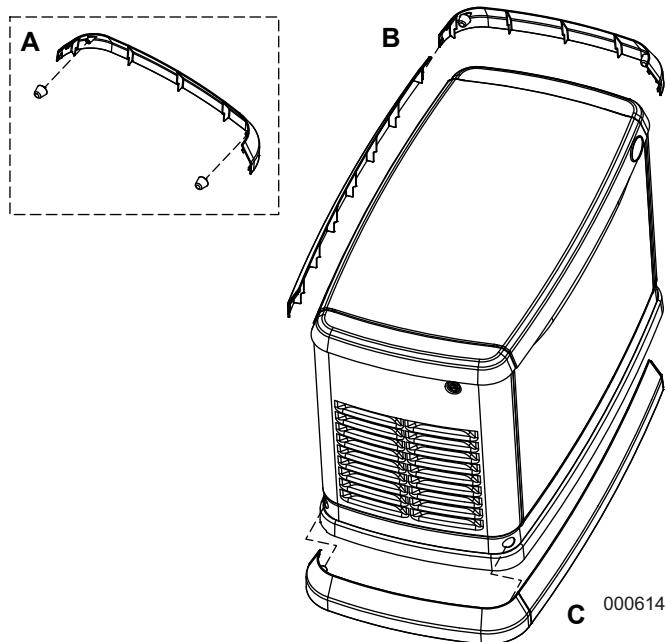

Figura 4-3. Instalación del frente
- Ubique los cuatro (4) amortiguadores de caucho negro roscados que se encuentran en la bolsa del Manual del propietario.
- Vea la Figura 4-3. Retire los cuatro (4) amortiguadores de la bolsa y enrósquelos en los agujeros roscados situados dentro de las piezas del extremo del frente (dos de cada uno) opuestos entre sí (A).